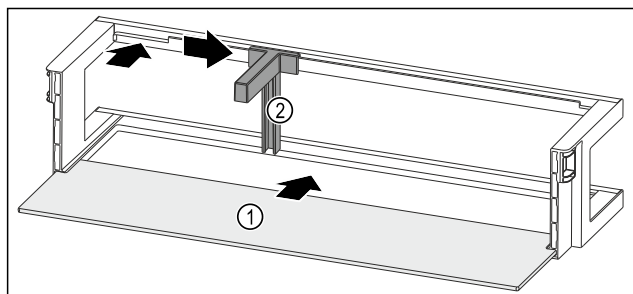

Fig. 98 Balconcino controporta con ripiano
- Inserire il ripiano Fig. 98 (1) negli incavi laterali.
- Inserire il portabottiglie Fig. 98 (2) nell'incavo.
- Far scorrere il portabottiglie Fig. 98 (2) lateralmente alla posizione desiderata.